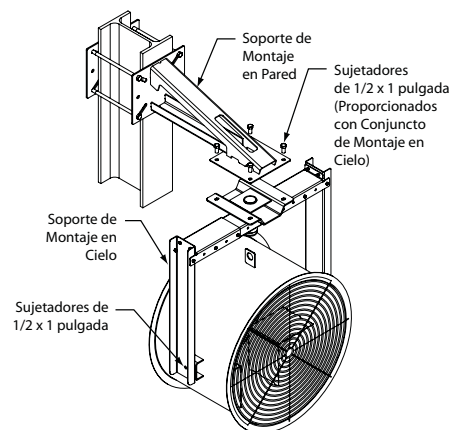

Figura 14 — Conexión del Soporte de Montaje de Pared y Soporte de Montaje en Cielo
- Alinee la carcasa del ventilador en la posición que desee para el flujo de aire y fíjela al Soporte de Montaje en Cielo ensamblado usando (2) sujetadores de 1/2 x 1 pulgada.
- Conecte un Soporte de Montaje en Cielo con ventilador al Soporte de Montaje de Pared usando (4) sujetadores de 1/2 x 1 pulgada. Consulte la Figura 14.